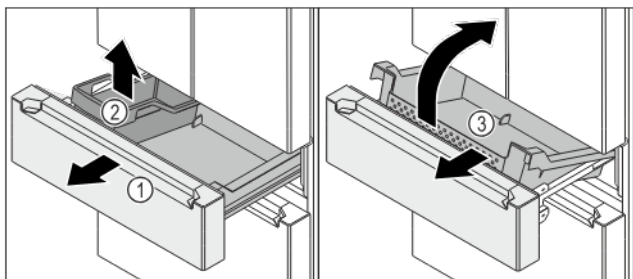

Fig. 150
- Wózek wysuwany Fig. 150 (1) wysunąć aż do oporu.
- Wyjąć FlexBox Fig. 150 (2).
- Pojemnik Fig. 150 (3) podnieść w przód.
- Pojemnik Fig. 150 (3) wyjąć w przód po skosie.